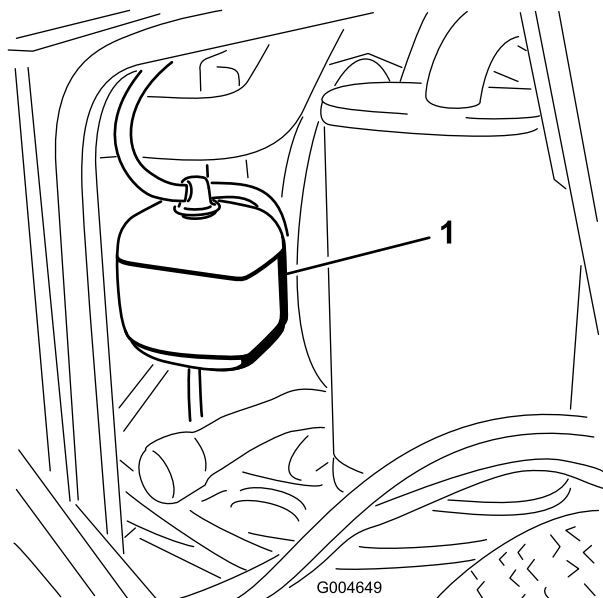

Figure 51
1. Vérifiez le niveau du liquide de refroidissement dans le vase d'expansion (Figure 51). Il doit se situer entre les repères qui figurent sur le côté du réservoir.